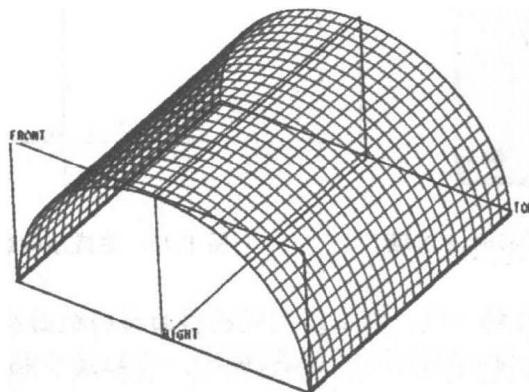

图 1.16 生成的拉伸曲面
- (12) 当提示栏中出现 提示后，拉伸曲面成功生成，所生成的拉伸曲面如图 1.16 所示。